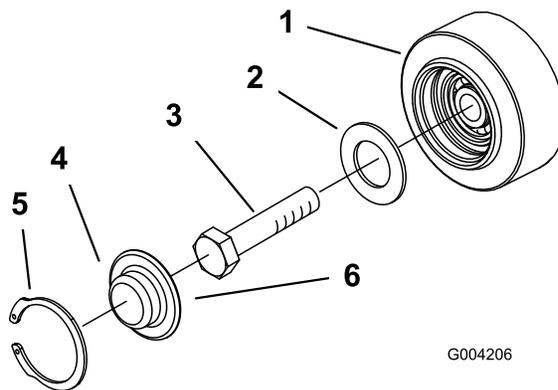

Bild 52
4. Prüfen Sie das Schmiermittel unter der Kappe und um die Dichtung (Bild 52). Wenn es schmutzig, körnig oder verbraucht ist, entfernen Sie das gesamte Schmiermittel, wechseln Sie die Dichtung aus und fügen Sie neues Schmiermittel hinzu.
6. Setzen Sie die eingefettete Straßenradkappe auf den Schraubenkopf (Bild 52).
7. Befestigen Sie die Straßenradkappe mit dem Sprengring (Bild 52).
3. Nehmen Sie den Sprengring und die Kappe vom Straßenrad ab (Bild 52).